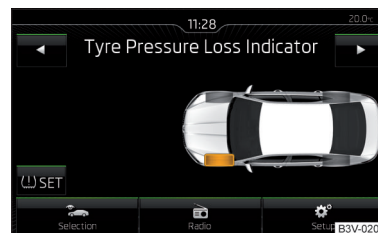

Fig. 206
- > Atingeți suprafața de comandă funcții **U** **SET** » fig. 206.
Când lampa de control luminează **U** în panoul de bord, pe Infotainment se poate afișa anvelopa afectată » fig. 206.